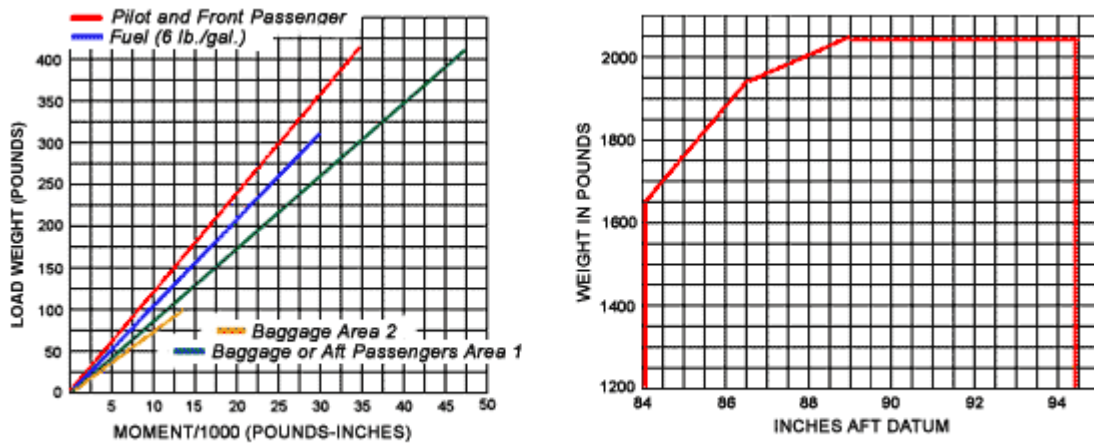

Fig.4.4.4 - Ejemplo de gráficos para cálculo de carga y centrado.
2. Use el gráfico de carga para determinar el momento de todos y cada uno de los elementos transportados en el aeroplano (la intersección del peso en el eje Y con la línea transversal correspondiente al elemento se proyecta sobre el eje X, en el gráfico de la izquierda de la fig.4.4.4).
4. Divida el momento total (3) por el peso total (2). El resultado es la situación del c.g. desde el datum.
5. Localice en el gráfico de la derecha de la fig.4.4.4 el punto de intersección del peso total (eje Y) con el resultado obtenido en el punto 4 (eje X). Si está dentro del contorno marcado en rojo, el avión tiene el c.g. actual dentro de límites.
P.ejemplo: Si un piloto más un pasajero en el asiento delantero pesan 340 libras, se busca la intersección de la línea correspondiente (roja en la figura) con el peso 340 en el eje Y, obteniendo un momento aproximado de 28500. El mismo procedimiento se sigue para el combustible, pasaje o equipaje en asiento traseros, y/o equipaje en el área posterior. Con los datos del ejemplo anterior de cálculo básico, el avión con 1670 libras de peso y el c.g. 78,3" desde el datum, estaría fuera del contorno del gráfico de la derecha de la fig.4.4.4, o sea que estaría fuera de límites. No trate de buscar relaciones entre los números, solo son ejemplos.